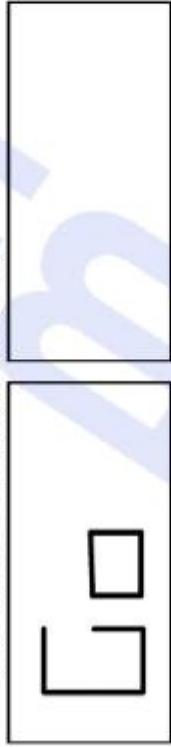

Рис. 5.5 - Сообщение "Выполните запуск"
4. Нажмите [P4]. Появится сообщение, рисунок 5.5;